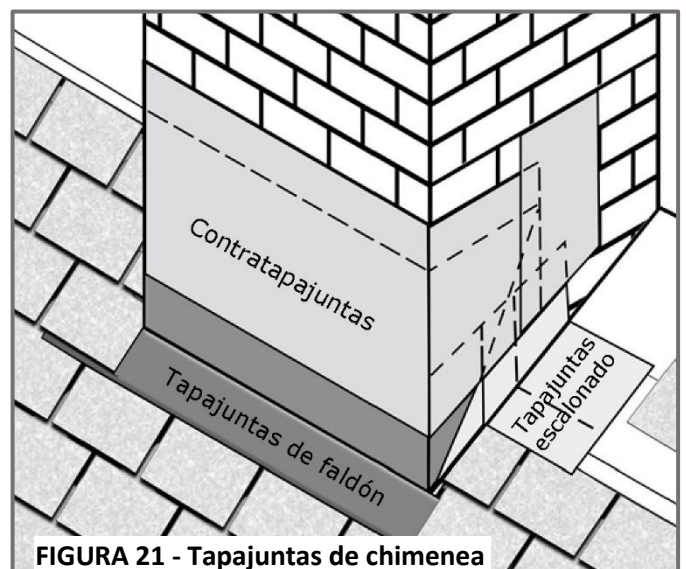

FIGURA 21 - Tapajuntas de chimenea
- Instale un tapajuntas superior de chapa de metal como contra tapajuntas sobre los tapajuntas, tales como el tapajuntas escalonado y los tapajuntas de delantal. Vea la **Figura 21**.